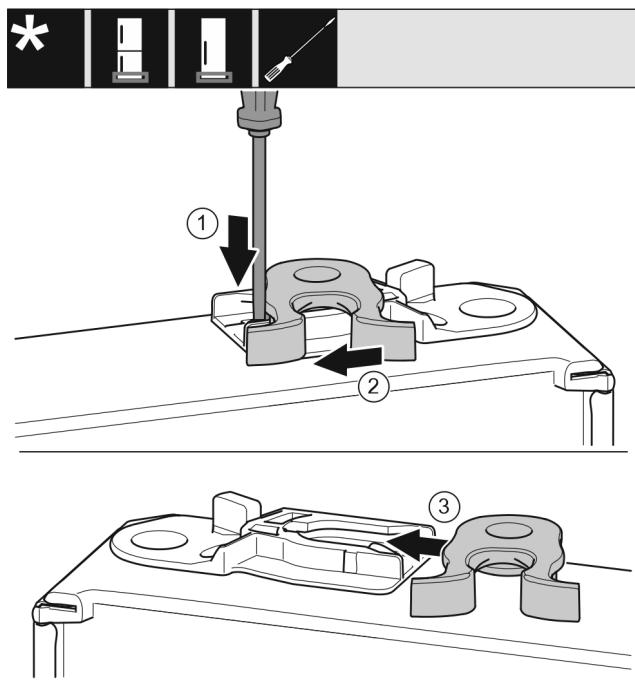

Fig. 18
- Trykk tappen Fig. 18 (1) ned med en skrutrekker.
- Trekk låsekroken Fig. 18 (2) ut av skinnen.
- Skyv låsekroken Fig. 18 (3) inn i skinnen på den andre siden.